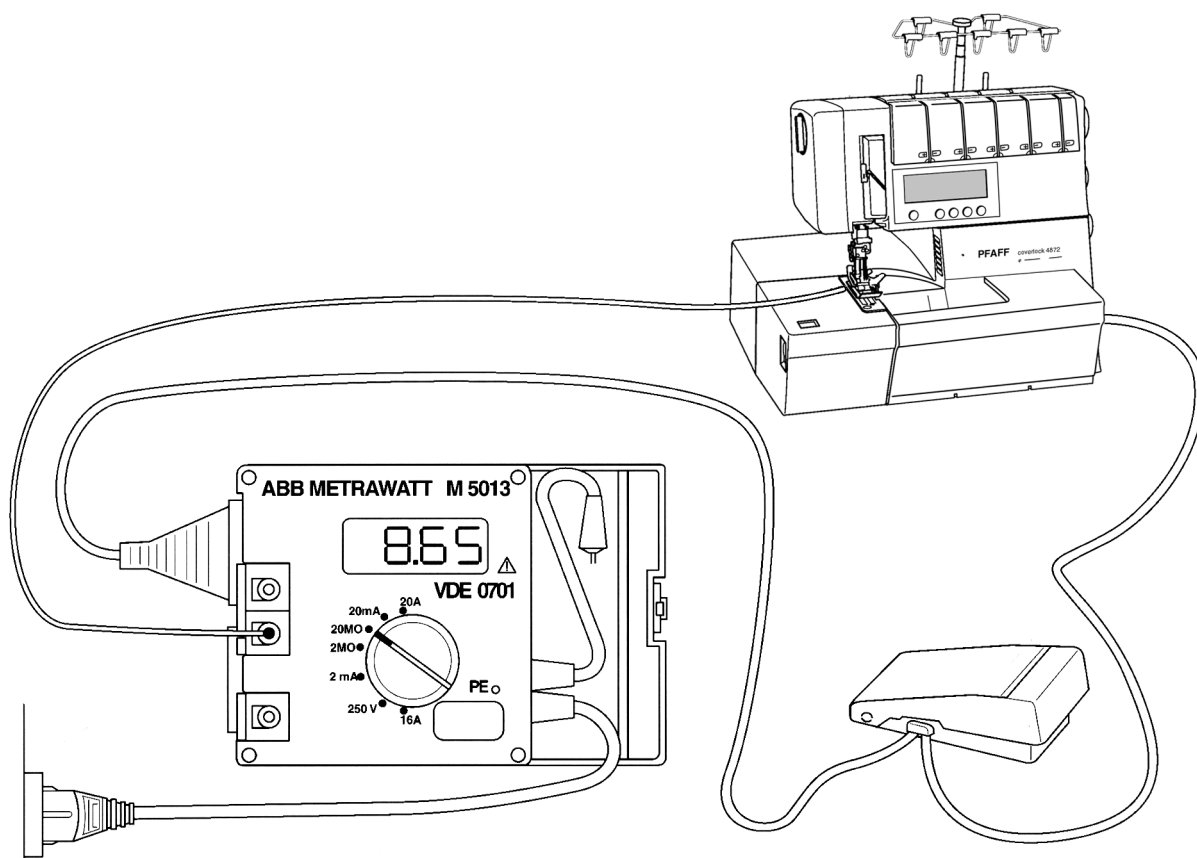

Рис. 72
- Переключатель диапазонов установите на "20 M Ohm" (рис. 72).